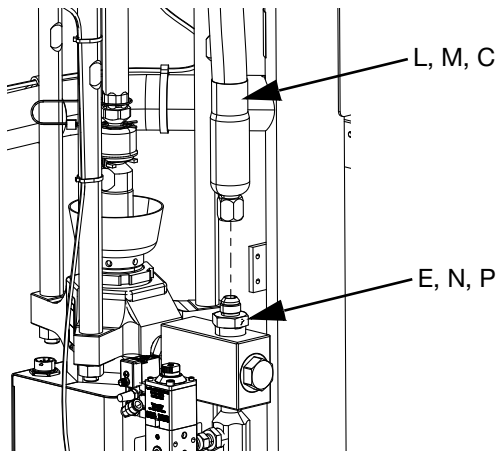

FIG. 22
4. En cas d'utilisation d'un système d'alimentation iQ à un élévateur, raccorder le flexible d'alimentation 1 (C) au raccord du système d'alimentation à élévateur sur le flexible d'alimentation 1 (E), tel qu'indiqué à la FIG. 1 et à la FIG. 22.
- a. Raccorder le flexible tandem 1 (L) au raccord de l'unité d'alimentation 1 à élévateur au flexible tandem 1 (N), tel qu'indiqué à la FIG. 2 et à la FIG. 22.
- b. Raccorder le flexible tandem 2 (M) au raccord de l'unité d'alimentation 2 à élévateur au flexible tandem 2 (P), tel qu'indiqué à la FIG. 2 et à la FIG. 22.